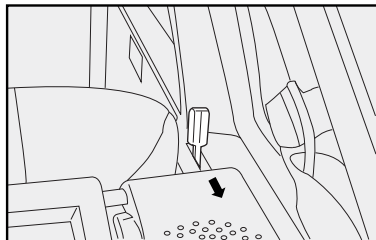

fig. 68
2) Desenganche el respaldo, utilizando las palancas laterales A-fig. 68 en el sentido de la flecha.
Obs.: el respaldo del asiento se puede colocar en dos posiciones distintas, según la necesidad de más o menos espacio en el compartimiento de equipajes. Para alterar la posición del respaldo, empuje en el sentido de la flecha la palanca A-fig. 68.